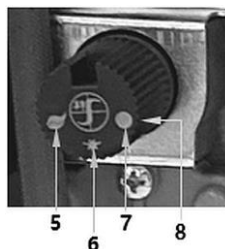

Fig. 7
1. Pour mettre l'appareil en marche, tournez le régulateur de température (2, fig. 7) d'un cran dans le sens des aiguilles d'une montre.
1. Tournez le bouton rotatif du mécanisme d'allumage (8) sur la position « Allumage du brûleur principal » () (5).
2. Réglez le thermostat (2, fig. 7) sur la température souhaitée comprise entre 140 °C et 185 °C - MAX.
1. Tournez le régulateur de température (2, fig. 7) sur la position d'arrêt « **O** » (1).
2. Tournez le bouton rotatif du mécanisme d'allumage (8) sur la position d'allumage de la veilleuse  (6).
2. Éteignez complètement la friteuse en tournant le régulateur de température (2, fig. 7) sur la position « **O** » (1) et le bouton rotatif du mécanisme d'allumage (8) sur la position « **O** » (7).